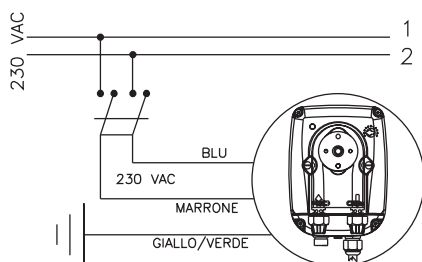

Fig. 4
1. Asegurarse que la misma esté desactivada eléctricamente (por ambas polaridades), desconectando los conductores de los puntos de contacto de la red a través de la apertura del interruptor onnipolar con una distancia mínima entre los contactos de 3 mm (Fig. 4).
- b. - Respetar las normas en vigor en los diferentes países por lo que se refiere a la instalación eléctrica (Fig. 4). Si el cable de alimentación no está dotado de enchufe eléctrico, el equipo debe quedar conectado con la red de alimentación utilizando un interruptor onnipolar seccionador que tenga una distancia mínima entre los contactos de 3 mm. antes de tener acceso a los dispositivos de conexión todos los circuitos deben estar interrumpidos.